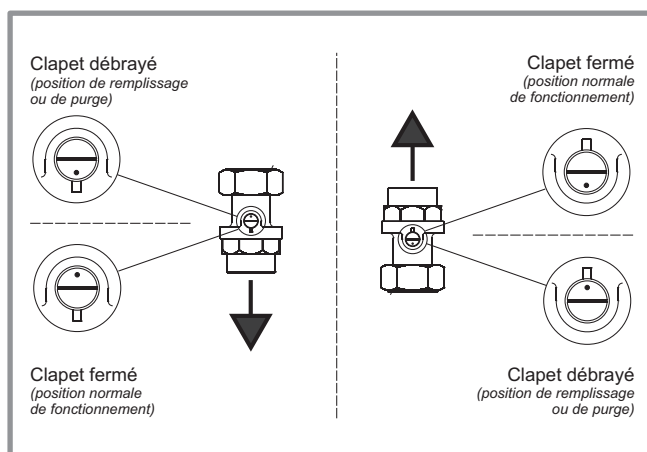

figure 29 - Clapet antiretour débrayable
- **2** - Ouvrir les vannes d'isolement de la chaudière. Si l'installation est équipée d'un ballon sanitaire avec clapet antiretour débrayable, débrayer les clapets antiretour (*figure 29*).